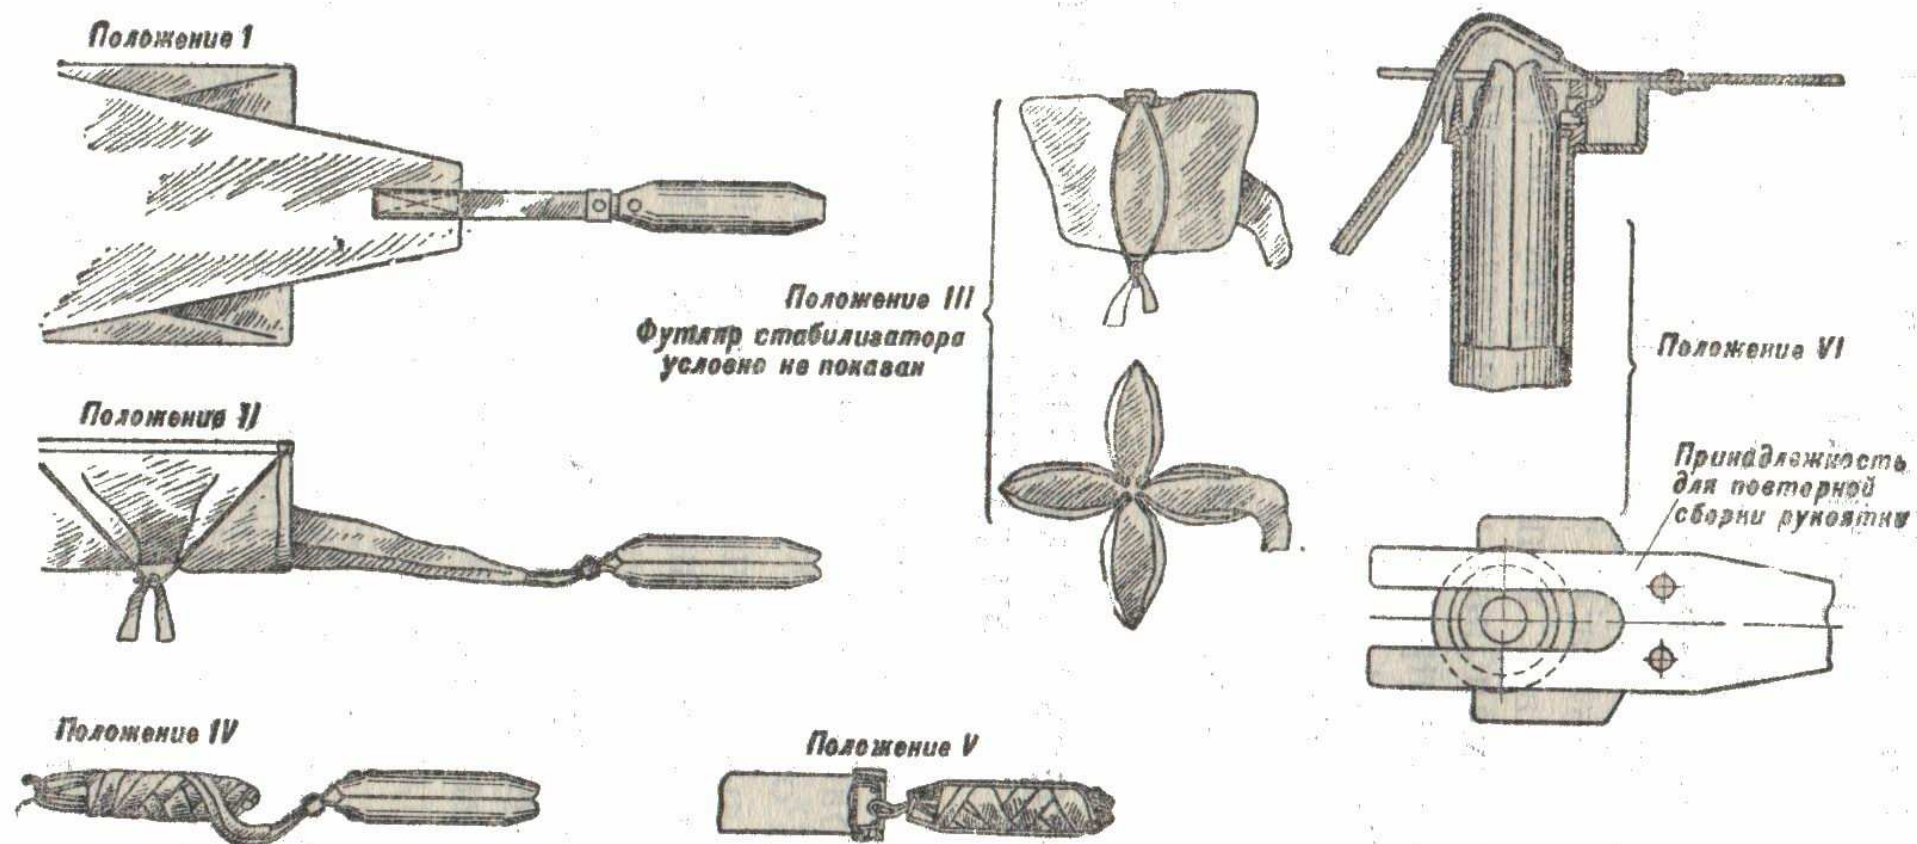

Рис. 4. Схема укладки стабилизатора
- оттянуть правой рукой колпак стабилизатора за футляры вверх до отказа и перегнуть (положение I, рис. 4);
- сложить большими и средними пальцами обеих рук двухперые пружины до соприкосновения их противоположных концов (положение II, рис. 4);
- соединить все четыре конца двухперых пружин вместе (положение III, рис. 4);
- туго обтянуть свисающим концом колпака стабилизатора пружины, начиная снизу вверх, так чтобы место крепления футляров находилось у концов пружин (положение IV, рис. 4);
- вложить колпак с пружинами в футляры так, чтобы они закрыли кольцо стабилизатора и концы пружин (положение V, рис. 4);
- вставить собранный стабилизатор в корпус рукоятки и проверить свободное перемещение его до упора руки в торец рукоятки; придерживая большим пальцем левой руки стабилизатор, утопить его в корпус рукоятки до отказа и поставить вилку принадлежности для повторной сборки рукоятки так, чтобы стабилизатор упирался в длинные концы вилки, а короткие концы вилки зашли бы за буртик корпуса рукоятки, при этом скос конца рукоятки должен находиться против выреза вилки (положение VI, рис. 4);